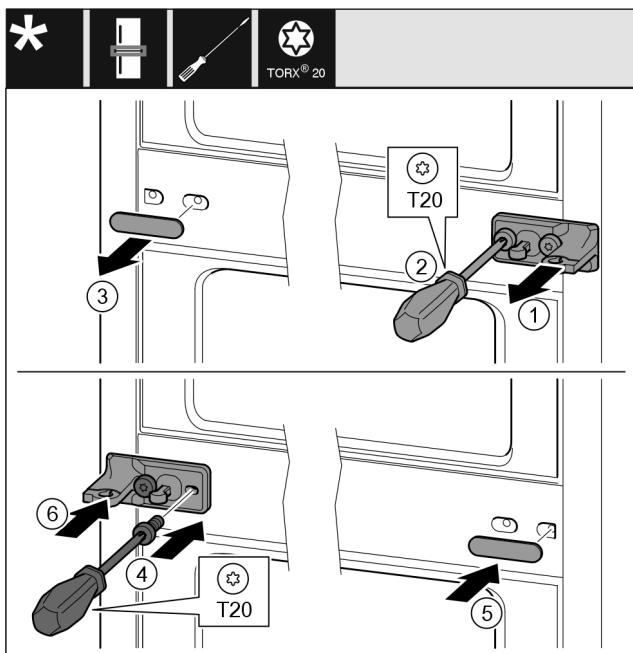

Fig. 10
- ▶ Snemite šipo. Fig. 10 (1)
- ▶ Izvijte vijke z izvijačem T20. Fig. 10 (2)
- ▶ Previdno snemite pokrov. Fig. 10 (3)
- ▶ Ležajni podstavek s folijo, obrnjen za 180°, na drugi strani trdno privijte. Fig. 10 (4)
- ▶ Pokrov, obrnjen za 180°, namestite na drugi strani. Fig. 10 (5)
- ▶ Šipo potisnite gor od spredaj. Fig. 10 (6)